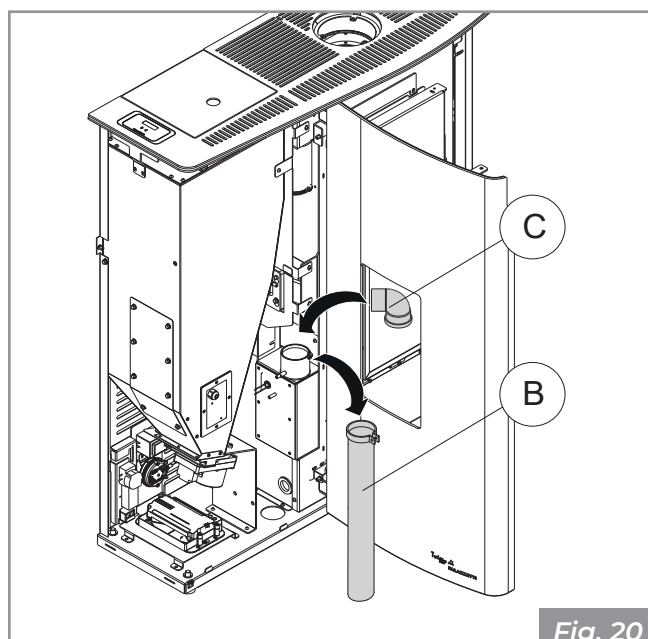

Fig. 20
- Quitar el tubo flexible de conexión aire comburente (B) e introducir en su lugar la curva a 90° (C) suministrada (Fig. 20).